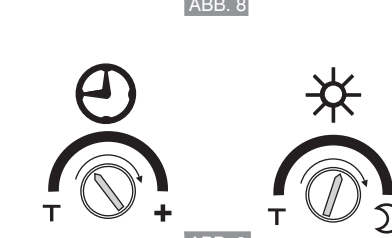

ABB. 9
- Durch das Drehen der Regler (☼ und ⊕) im Uhrzeigersinn kann man die Helligkeitsschwelle (Dämmerungswert von 0 bis 1000 Lux) und die Nachlaufzeit der Beleuchtung (von etwa 5 Sekunden bis 12 Minuten) einstellen; siehe Beispiel in ABBILDUNG 9.